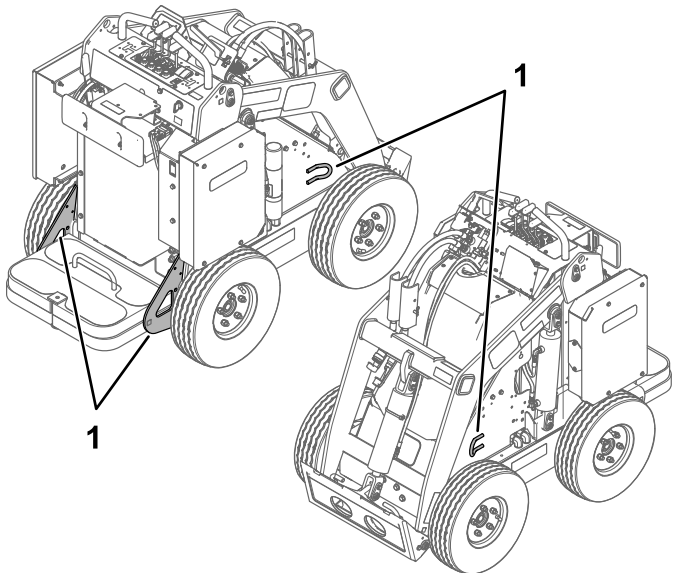

Figura 19
8. Utilice los puntos de amarre metálicos de la máquina para sujetar la máquina firmemente al remolque o al camión con correas, cadenas, cables o cuerdas (Figura 19). Consulte la normativa local respecto a los requisitos de amarre.